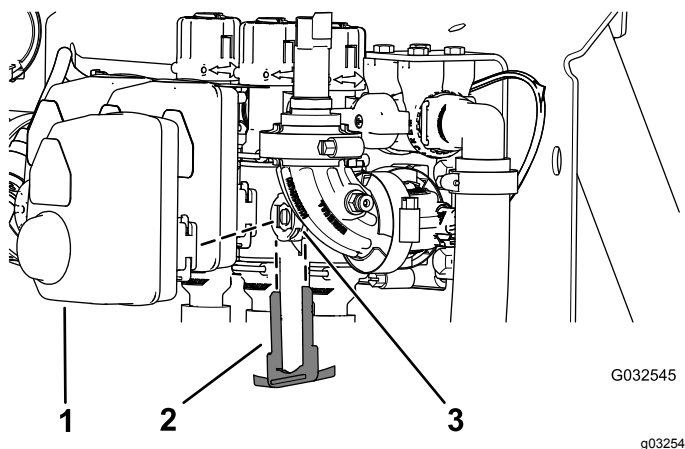

Figura 99
2. Retire o retentor que fixa o acionador à válvula do coletor para válvula de secção ou válvula de agitação (Figura 99).